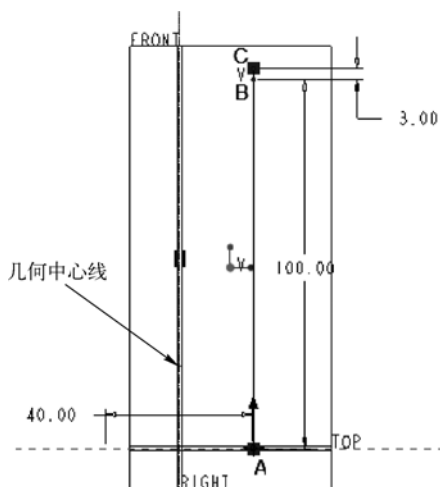

图 6-15 草绘旋转曲面轮廓和中心线
① 在“快速访问”工具栏中单击“新建”按钮, 新建一个名为“bc_6_hswp_3”的实体零件文件，该文件不使用默认模板，而是使用公制模板“mmns_part_solid”。
② 在功能区的“模型”选项卡的“形状”面板中单击“扫描”按钮旁的“箭头”按钮, 接着单击“螺旋扫描”按钮, 打开“螺旋扫描”选项卡。
③ 在“螺旋扫描”选项卡中确保选中“实体”按钮和“使用右手定则”按钮, 打开“选项”面板，从“沿着轨迹”选项组中选择“保持恒定截面”单选按钮。
④ 在“螺旋扫描”选项卡中打开“参考”面板，从“截面方向”选项组中选择“穿过旋转轴”单选按钮，单击位于“螺旋扫描轮廓”收集器右侧的“定义”按钮，弹出“草绘”对话框，选择“FRONT（基准平面）”作为草绘平面，单击“草绘”对话框中的“草绘”按钮，进入草绘模式中。
⑤ 在“草绘”选项卡的“设置”面板中单击“草绘视图”按钮以定向草绘平面使其平行于屏幕。单击“基准”面板中的“中心线”按钮绘制一条竖直的几何中心线作为旋转轴，接着单击“线链”按钮绘制两段相连的直线段（线段 AB 和线段 BC），如图 6-15 所示。单击“确定”按钮, 完成草绘并退出草绘器。